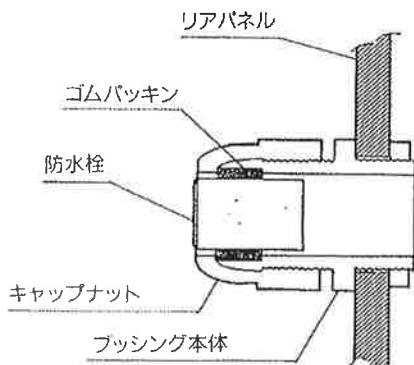

図4 ブッシング (S) 断面
4. PTH-77型付属のハウジング制御ケーブルを使用される場合は、同軸ケーブル1組が内蔵されていますから、同軸用ブッシング(S)は不用です。図4のように防水栓を確実に取り付けおいてください。